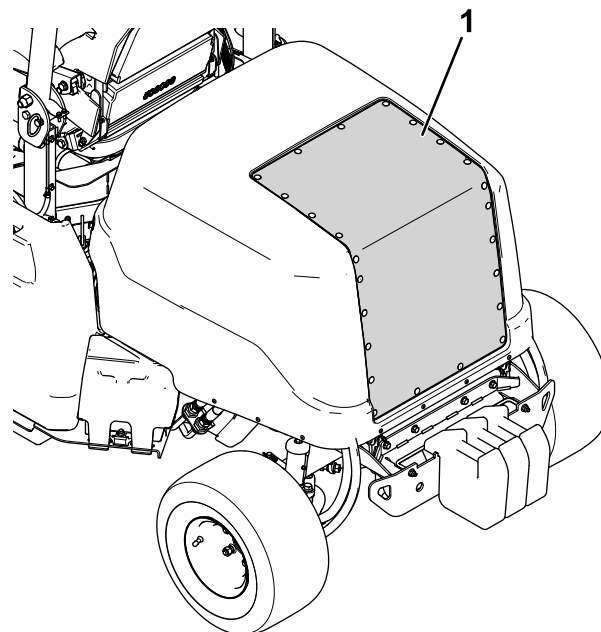

Рисунок 71
2. Используйте сжатый воздух для очистки сетчатого фильтра на капоте (показанного на Рисунок 71). Направляйте воздух от машины.